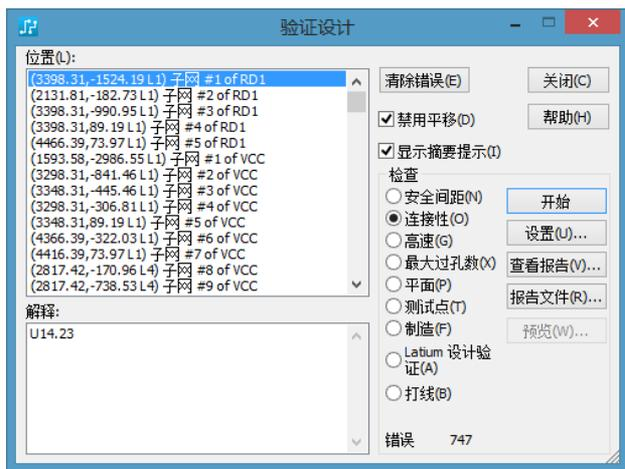

图 6-42 设计验证
(1) 验证设计 打开“验证设计”窗口，根据需要设置该窗口中的参数和选项，PADS Layout 根据“设计规则”中的规则设置，对当前设计进行检查。例如，检查当前设计中的连接性检查，可以选中“检查”区域内的“连接性”单选按钮，单击右侧的“开始”。如图 6-42 所示，在“验证设计”窗口中以文本形式显示错误的数量、位置、类型及错误的解释。同时，在 PADS